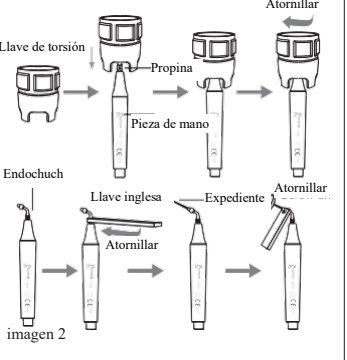

imagen 2
2.2.3 La instalación de la punta y el endochuck hacia la dirección como se muestra en la imagen 2.